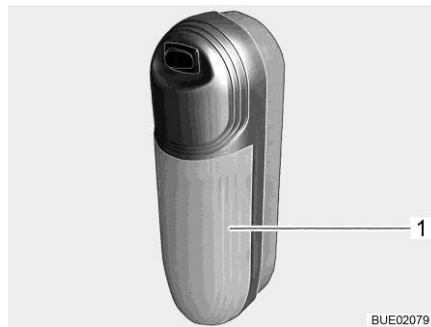

Fig. 314 Lampada a parete
- Sfilare la copertura trasparente (Fig. 314,1) dall'interruttore e rimuoverla.